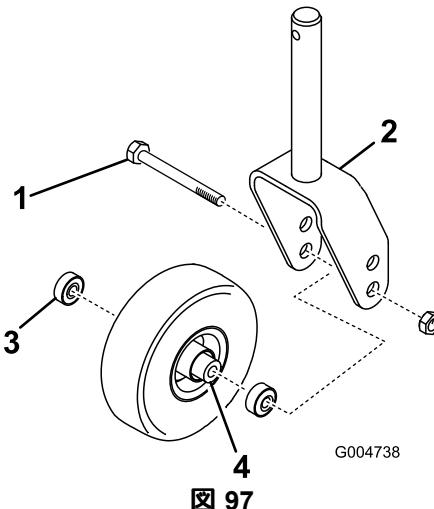

図 97
- キャスタホイールアセンブリをキャスタフォークまたはキャスタピボットアーム図97に保持しているボルトからロックナットを外す。
- キャスタホイールをしっかりと握り、ボルトをフォークまたはピボットアームから抜き取る図97。
- ホイールのハブからベアリングを外して、ベアリングスペーザを床に落とす図97。
- ホイールハブの反対側にあるベアリングを取る図97。